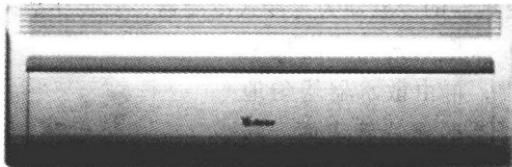

图 1-5 壁挂式空调器室内机组实物外形
2) 壁挂式空调器。壁挂式空调器因室内机组挂在墙上而得名，其实物外形如图 1-5 所示。